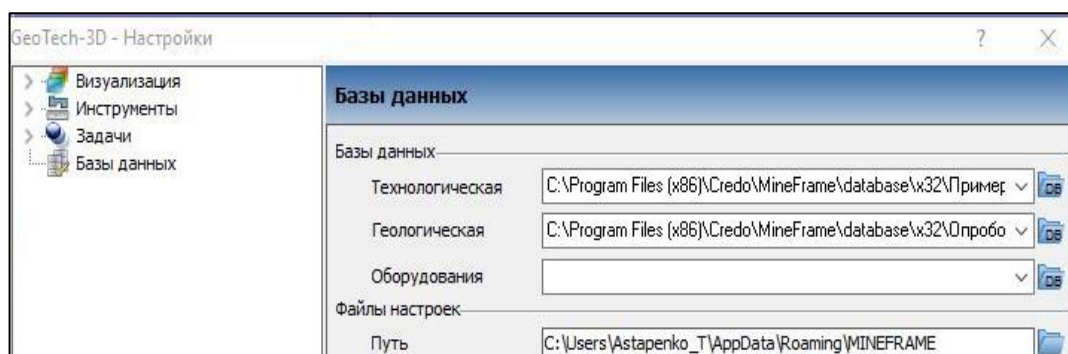

Рис. 2.4
1. Запустите систему МАРКШЕЙДЕРИЯ, подключите БД, созданную в лабораторной работе №1 – **Пример.gdb**. Из Главного меню **Сервис/Настройки/Базы данных**, в строке **Технологическая** укажите путь к созданной БД (рис. 2.4). Нажмите **Применить**.